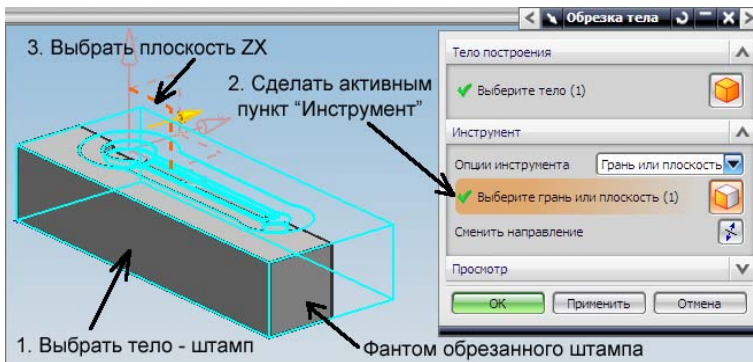

Рис. 66. Обрезка нижней половины штампа
Откроем файл shtamp-niz.prt. Т.к. было решено проводить расчет только для половины заготовки, необходимо обрезать штамп. В главном меню выбираем **Вставить** → **Обрезка** → **Обрезка тела** или иконку  на панели инструментов. Выбираем обрезаемое тело (штамп). Затем необходимо сделать активным пункт «Инструмент» меню «Обрезка тела» – нажимаем «Выберите грань или плоскость (0)». Выбираем плоскость ZX (рис. 66). Нажимаем ОК.